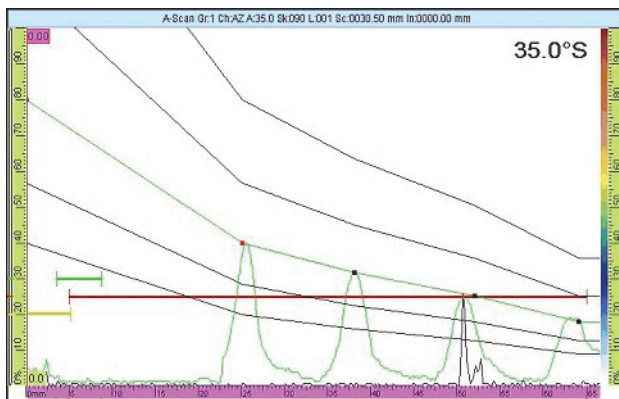

Figura 6-8 Verifica della curva DAC
3. Procedere alla scansione di ogni riflettore e verificare che tutti siano sulla curva DAC (vedere Figura 6-8 a pagina 189).